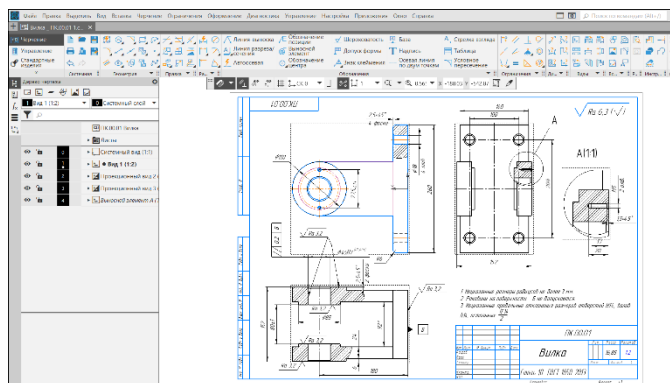

Рисунок 284 – Неуказанная шероховатость на поле чертежа
- На рисунок 284 показана неуказанная шероховатость.